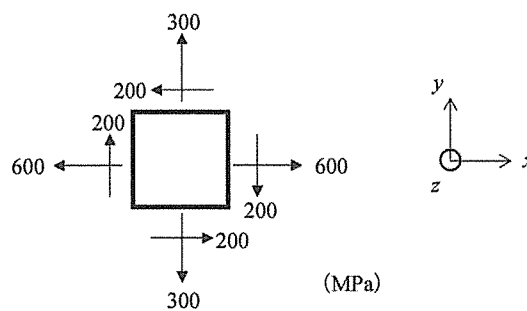

図 1
(1) 鉛とスズの二元系状態図の模式図を描き、電気回路などに用いる、はんだの組成を模式図上に指示せよ。ただし、融点は、鉛のほうがスズより高い。
(2) 鉄鋼材料において熱処理中の冷却速度を大きくする（拡散変態が起こる範囲内で）に従って熱処理後の引張試験時の降伏点が高くなった。この理由を説明せよ。
(3) 図 1 の応力状態になったら降伏した剛塑性体の降伏点は何 MPa か、トレスカの降伏条件によって求めよ。ただし、 z 面は自由面である。